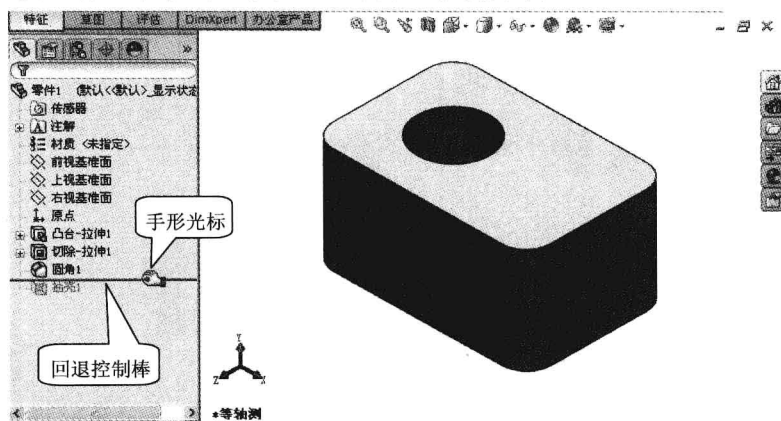

图 1-22 上移回退棒
(4) 在特征树上单击“凸台-拉伸 1”, 在弹出的快捷菜单中选择“编辑特征”图标, 将方向 1 下的深度值改为 90, 单击 确定, 模型高度增高 30mm。
(5) 移动光标到特征树下的“回退棒”（光标变为手形），将“回退棒”上移到“抽壳 1”上方，结果如图 1-22 所示。
(6) 再将“回退棒”下移到“抽壳 1”下方，恢复原状。